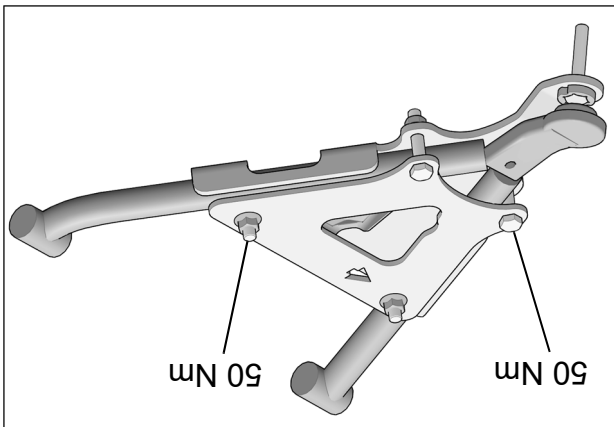

Fig. 17
8. S'assurer que l'ancrage est correctement positionné et serrer les boulons à un couple de 50 N•m [37 lb•pi]. Voir la Fig. 17